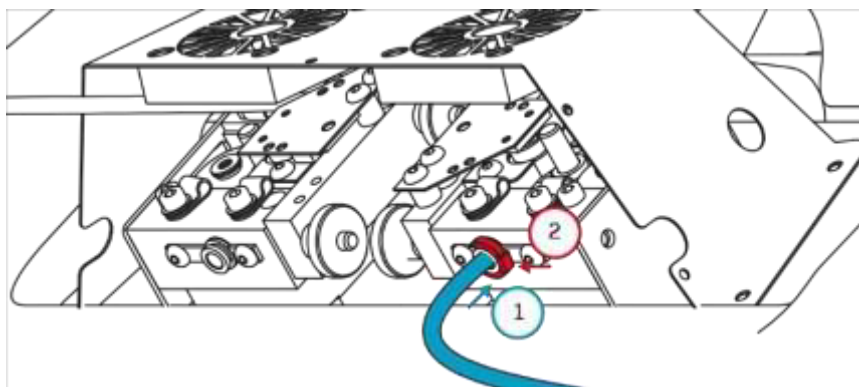

Рис. 71 Подключение боуден-трубок к экструдерам T0 и T1
7. Подключить боуден-трубки к экструдерам T0 и T1 (рис. 71). Для этого:
- вставить боуден-трубку в ниппель (рис. 71, шаг 1). Убедиться, что боуден-трубка продвинута до упора (примерно на 2 см, пока не почувствуется сопротивление),
- установить зажим (рис. 71, шаг 2).